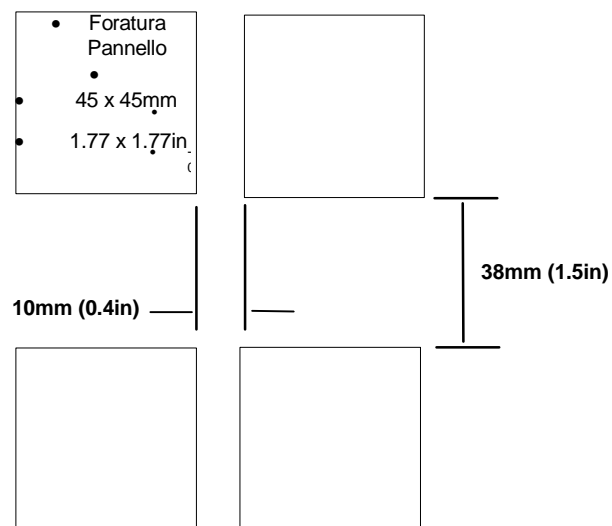

Figura 1-3 Foratura del pannello e spaziature minime
1. Preparare la foratura del pannello di controllo alla misura vista in Figura 1-3.